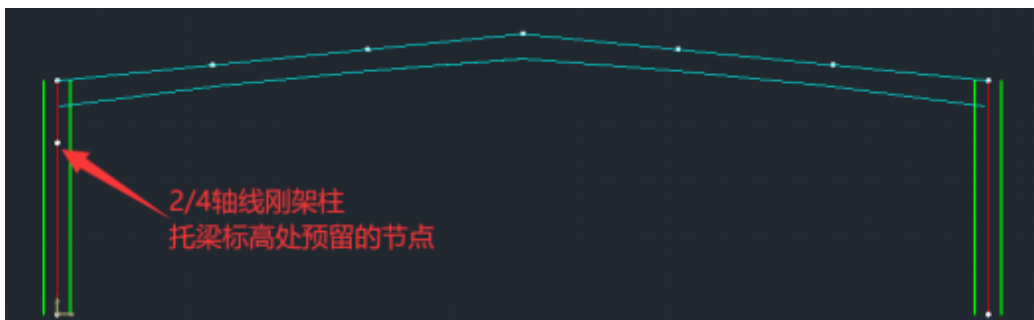

图3 抽柱相邻榫刚架
2) 建立与第3轴线相邻的第2、第4轴线处的主刚架，第2、第4轴线刚架柱与托梁相交处需要预先增加一个节点（图3）；